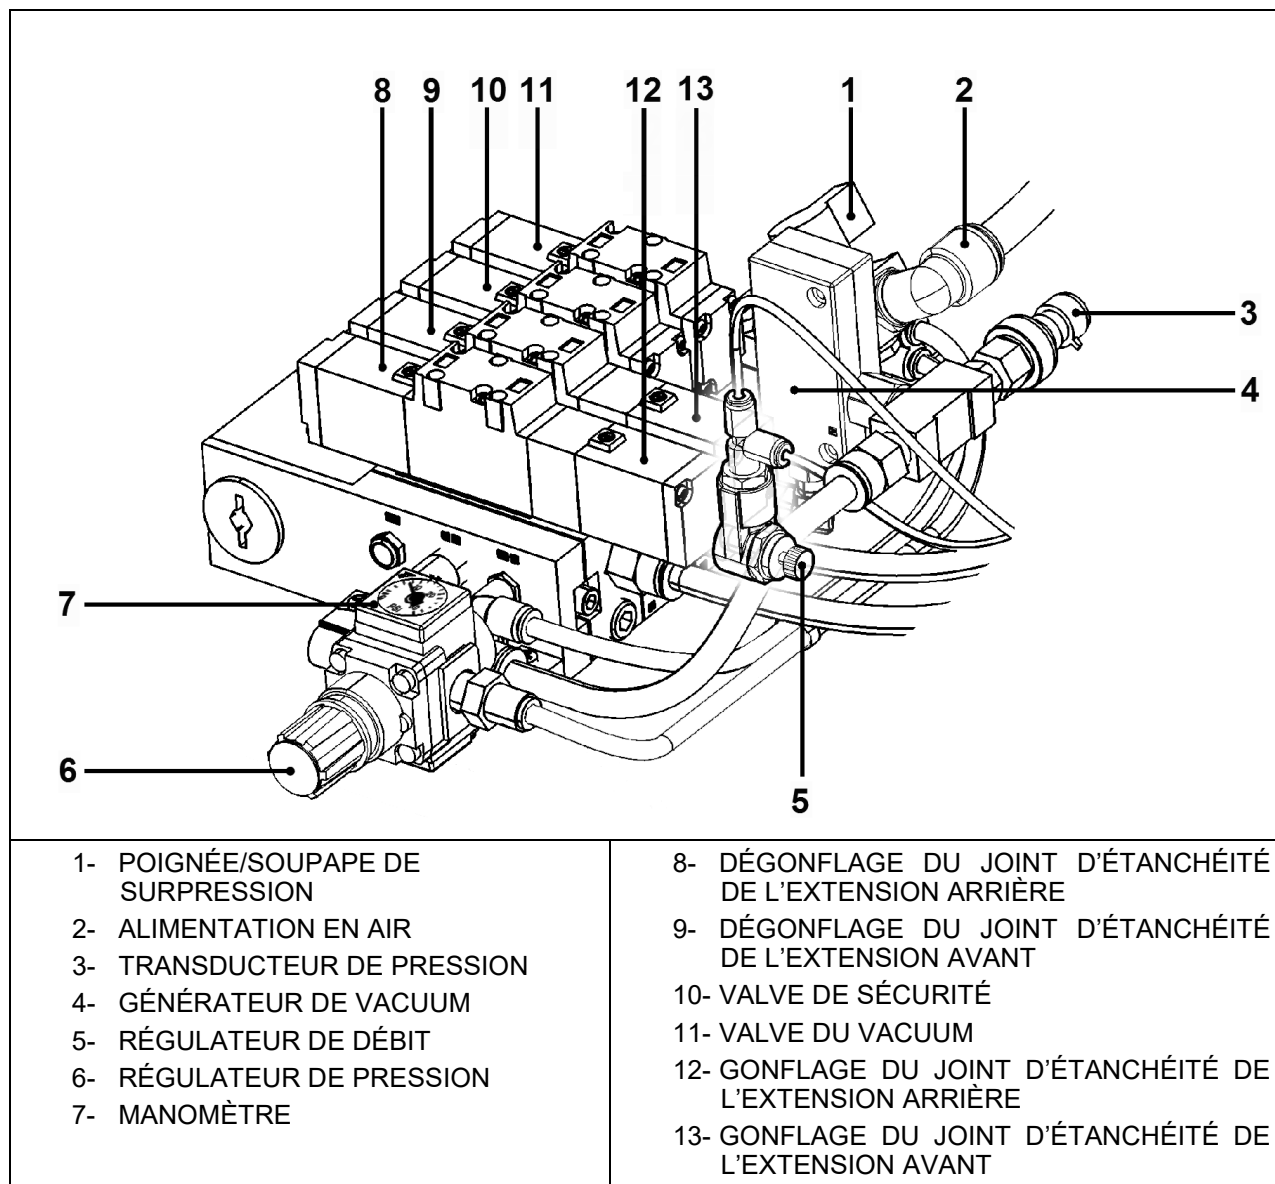

FIGURE 47: PANNEAU DES COMPOSANTS PNEUMATIQUES
- 6 Retourner l'assemblage pour accéder aux vis de montage du palier et les enlever (Figure 47).